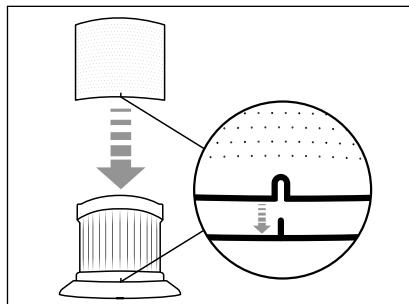

Fig. 14
- 5) Sæt filteret af rustfrit stål **6** på EPA-filteret **5** og skub det derefter helt på EPA-filteret **5**. Sørg for, at låsen på EPA-filteret **5** går ind i fordybningen på filteret af rustfrit stål **6** (se fig. 14).